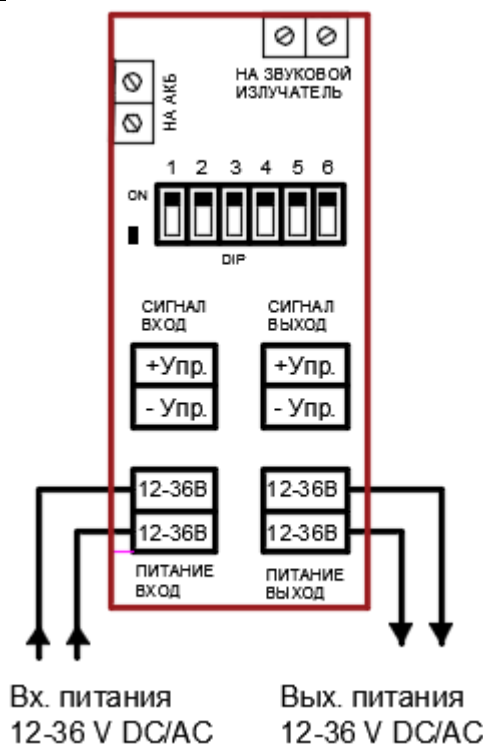

Рисунок 3 – Схема 2-х проводного подключения оповещателя пожарного взрывозащищенного ТСВ 12-36В
В корпусе оповещателя расположена электронная плата, на которой размещены (см рис. 3 – 8):
4.2 Назначение переключателей DIP («1-6»), рис. 3 – 8:
- произвести подключение проводов в соответствии со схемами подключений рис. 3 – 6 настоящего РЭ. В оповещателе использованы нажимные клеммы для проводов, сечением до 2,5 мм². Для подключения оповещателя использовать кабели с медными жилами, сечением не менее 0,75 мм².
3. Проверить правильность подключения оповещателя в соответствии со схемами подключения на рис. 3 – 8 настоящего РЭ.